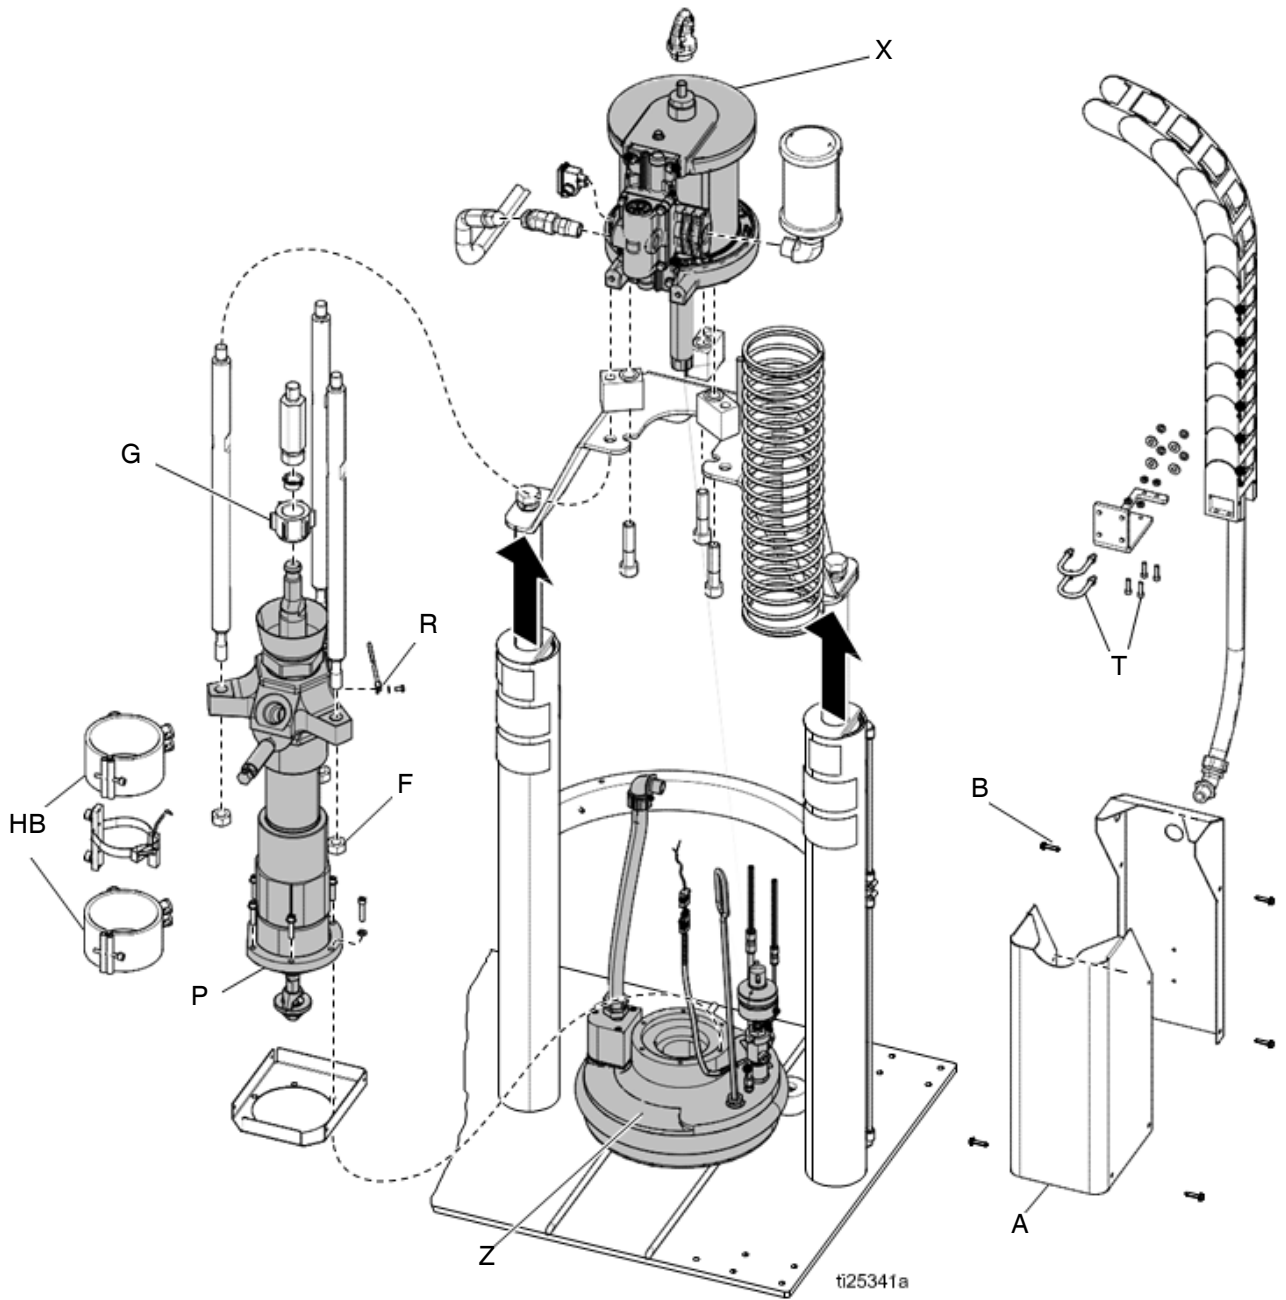

图 28
2. 确保柱塞板向下且柱塞导向阀 (CC) 处于空挡位置。
5. 在 ADM 上，关闭系统加热 (D)。
8. 如果系统包括泵防护罩，请卸下泵金属板外壳 (A)。参见图 28。
- a. 卸下盖螺丝 (B)。
- b. 取下加热带 (HB) 并断开接地线 (R)。
11. 从气动马达 (X) 上断开电缆。
13. 从泵端的泵 / 空气马达拉杆上卸下螺母 (F)。
14. 卸下将电缆管道固定到空气马达支撑板上的螺母和螺栓 (T)。将电缆轨道末端滑出安装板。
16. 将泵杆耦合器 (G) 与空气马达杆完全松开。